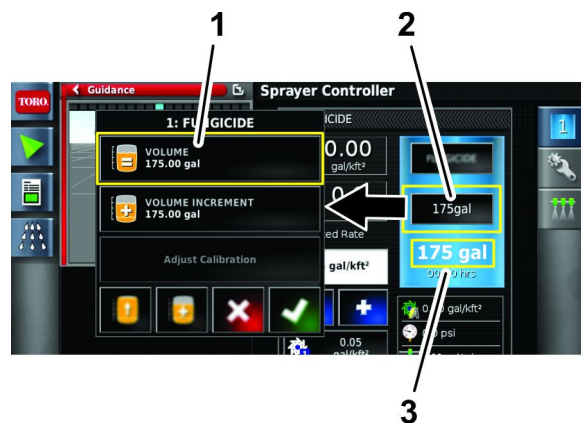

Figura 36
2. Premete l'icona del VOLUME (Figura 36).